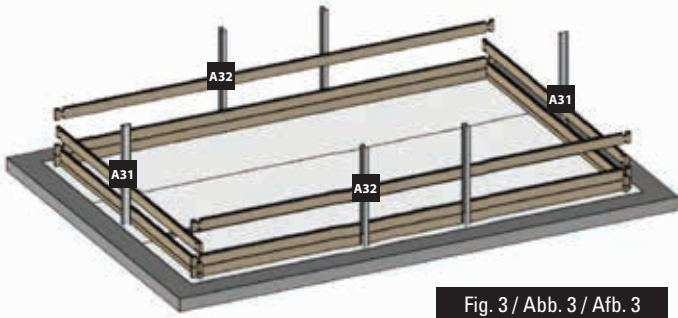

Fig. 3 / Abb. 3 / Afb. 3
DE 2. BRETTERREIHE: • Platzieren Sie die Bretter der zweiten Reihe laut Abb. 3. • Um die Bretter richtig anbringen zu können, finden Sie einen Holzkeil im Paket des Tragwerks. • Nicht direkt auf die Bretter klopfen. Das würde die Zapfen und die Festigkeit des Tragwerks beschädigen. • Nicht mit einem Metallteil darauf klopfen. Es würde das Holz unabänderlich beschädigen. • Versuchen Sie, die Bretter von Anfang an tiefgehend ineinander zu fügen. Zwischen den Reihen darf kein Platz sein, um eine Fehlanpassung der oberen Bretter zu vermeiden.
- EN 3rd LAYER OF BOARDS:** Install the third layer of boards as shown in figure 3. The position of the refilling fitting with the key and the skimmer should be defined at the start of the assembly (read the specific paragraphs).
- FR 3ÈME RANGÉE MADRIERS :** Positionnez les madriers de la 3ème rangée conformément à la figure 3. Vous devez avoir déterminé l'emplacement de la buse de refoulement et du skimmer dès le début du montage (voir paragraphes spécifiques).
- DE 3. BRETTERREIHE:** Platzieren Sie die Bretter der dritten Reihe laut Abb. 3. Zu Beginn der Montage müssen Sie die Lage des Druckventils und des Skimmers festlegen (lesen Sie hierzu die entsprechenden Abschnitte).
- NL 3ª RIJ PLANKEN:** Plaats de planken van de derde rij zoals te zien is op afbeelding 3. U moet al bij aanvang van de montage bepalen op welke plaats het uitstroommondstuk en de skimmer moet komen (less de betreffende paragrafen).